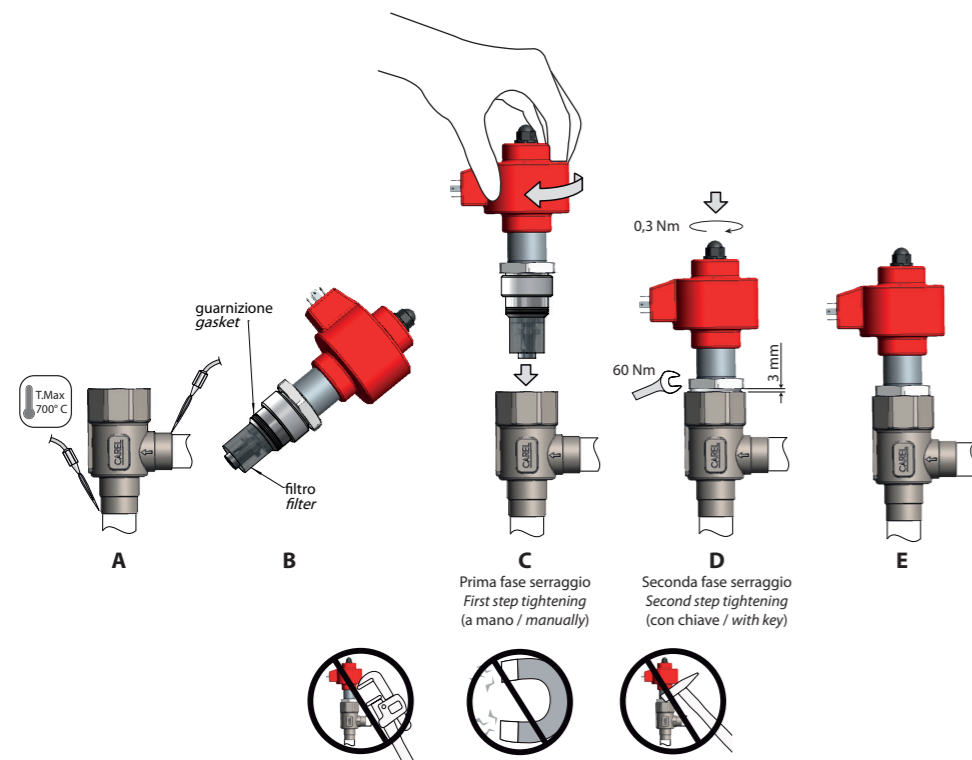

Fig. 2
Saldatura e manipolazione: Le valvole E3V-C devono essere saldate al circuito seguendo la corretta direzione del flusso. Seguire la successione indicata in Fig.2 procedendo in questo modo:
- Verificare che l'o-ring della cartuccia sia presente e posizionato in sede (Fig. 2-B).
- Verificare che il filtro in rete metallica in dotazione sia inserito sulla cartuccia (Fig. 2-B). In caso contrario, posizionarlo come in figura e portarlo in battuta.
- Prima fase serraggio (a mano). Avvitare la cartuccia nell'apposito alloggiamento filettato del corpo valvola; eseguire l'operazione manualmente fino a 3 mm dalla completa battuta (Fig. 2.c.). **Attenzione!** Fino a questa altezza, il montaggio manuale deve risultare agevole; in caso contrario, l'otturatore potrebbe non essere inserito correttamente nell'orifizio.
- Seconda fase serraggio (con chiave). Serrare la cartuccia sul corpo della valvola con una coppia di serraggio suggerita di 60 Nm utilizzando una chiave a forchetta 32 (Fig. 2.d). **Attenzione!** Nel caso in cui l'otturatore non sia inserito correttamente nell'orifizio, il serraggio finale potrebbe danneggiare la cartuccia.
Welding and handling: The E3V-C valves must be welded to the circuit in the correct direction of flow. Follow the steps shown in Fig. 2, proceeding as follows:
- Make sure that the cartridge O-ring is present and in position (Fig. 2-B).
- Make sure that the metal mesh filter supplied is inserted on the cartridge (Fig. 2-B). Otherwise, position it as shown in the figure, making sure it is fully inserted.
- First step tightening (by hand). Screw the cartridge in the threaded valve body; do this operation manually up to 3 mm from the assembly (Fig. 2.c.). **Attention!** To this height, the manual installation should be easy; otherwise, the shutter may not be properly inserted in the orifice.
- Second step tightening (with key). Tighten the cartridge on the valve body with a torque of 60 Nm suggested using a wrench 32 (Fig. 2.d). **Att!** In the case of the shutter is not properly inserted in the orifice, the final tightening may damage the cartridge.